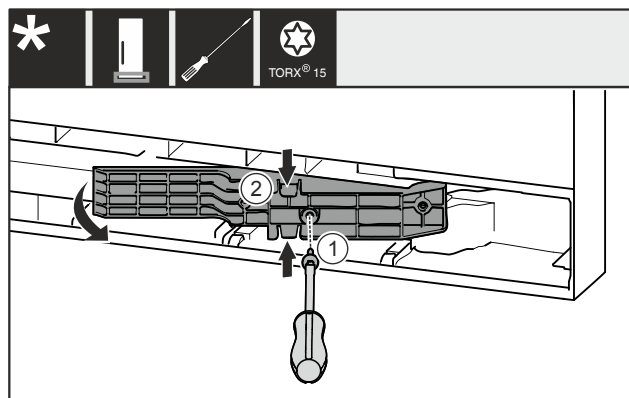

Fig. 13 *
- Odstraňte šroub Fig. 13 (1)*.
- Adaptér Fig. 13 (2) nahore a dole mírně stlačte k sobě a vytáhněte.*